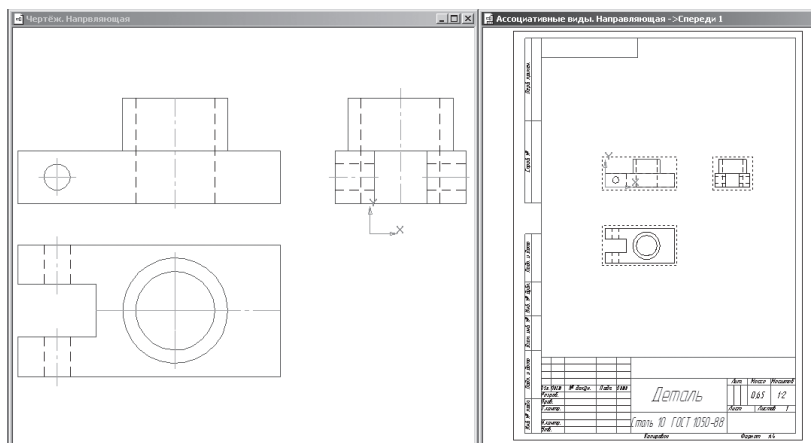

Рис. 314
- Активизируя каждое окно, выполните команду  – **Показать все** (рис. 314). Сравните полученные изображения.